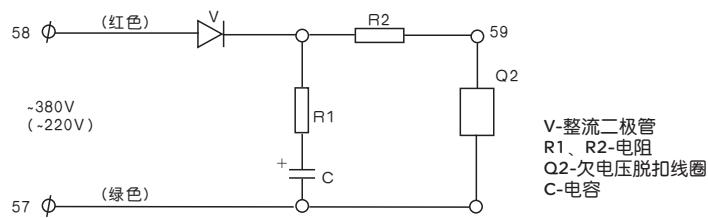

图9 欠电压延时脱扣器原理图
- 欠电压延时脱扣器它采用阻容放电原理(见图9)，由电阻、电容、硅二极管组成半波整流，当网络电压为正常值时($85\%-110\%$) U_e ，经过整流后电源一方面对电容C充电，另一方面给欠电压线圈正常吸合电压，当电源电压为 $70\%U_e$ - $35\%U_e$ 时，电容C对线圈放电，使欠电压线圈在给定的时间内吸合，以保证欠电压脱扣器延时将断路器断开。这种欠电压延时脱扣器为不可调试。